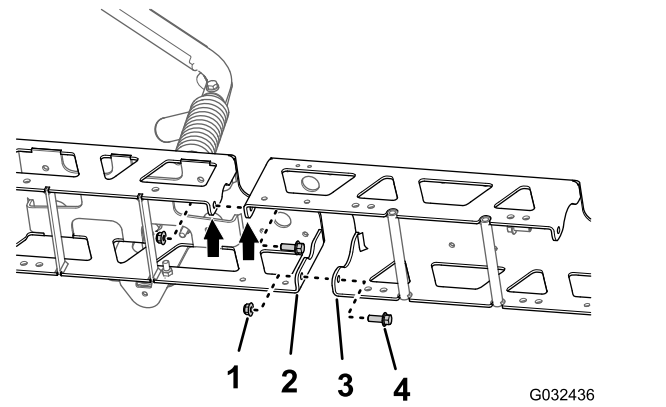

Figura 54
- Monte sem apertar a extensão da rampa central à estrutura da armação (**Figura 54**) com os dois parafusos de cabeça flangeada ($\frac{3}{8}$ pol. x 1 pol.) e as 2 porcas de bloqueio flangeadas ($\frac{3}{8}$ pol.) que retirou no passo 1 de Separação das armações da secção de pulverização central (página 28).
- Alinhe os orifícios nas flanges verticais da extensão da rampa central com os orifícios na outra estrutura da armação (**Figura 54**).
- Monte sem apertar a extensão da rampa central à outra estrutura da armação (**Figura 54**) com os dois parafusos de cabeça flangeada ($\frac{3}{8}$ pol. x 1 pol.) e as 2 porcas de bloqueio flangeadas ($\frac{3}{8}$ pol.) do kit de acabamento de sistema de pulverização GeoLink (**Figura 54**).
- Alinhe os orifícios nas flanges verticais da extensão da rampa central com os orifícios na estrutura da armação (**Figura 54**).